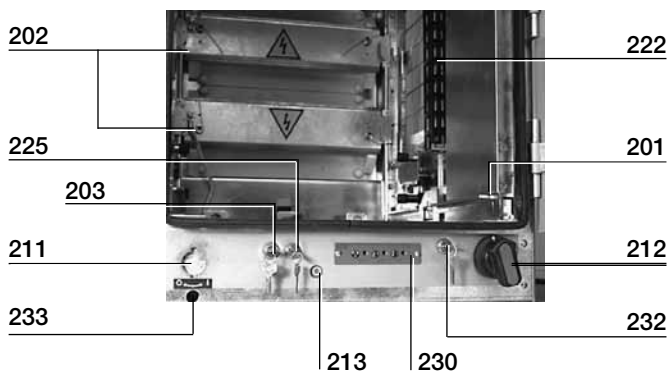

Fig. 7h
- riscaldatore anticondensa (222) (fig. 7h) fornibile a richiesta;
- anticondensation heater (222) (fig. 7h), supplied on request;
- l'innesto (211) (fig. 7h) per la leva di azionamento del sezionatore di terra;
- l'indicatore meccanico (213) (fig. 7h) di posizione del sezionatore di terra;
- la manopola (212) (fig. 7h) di interblocco meccanico tra contattore e sezionatore di terra;
- le lampade presenza tensione (230) (fig. 7h);
- blocco a chiave con sezionatore di terra aperto (203) (fig. 7h);
- blocco a chiave con sezionatore di terra chiuso (225) (fig. 7h);
- blocco a chiave all'inserzione del contattore (232) (fig. 7h);
- *coupling (211) (fig. 7h) for the earthing switch activation lever;*
- *the mechanical indicator (213) (fig. 7h) for the position of the earthing switch;*
- *the knob (212) (fig. 7h) for the mechanical interlock between contactor and earthing switch;*
- *the lamps for signalling voltage present (230) (fig. 7h);*
- *key lock with earthing switch open (203) (fig. 7h);*
- *key lock with earthing switch closed (225) (fig. 7h);*
- *key lock on connection of the contactor (232) (fig. 7h);*